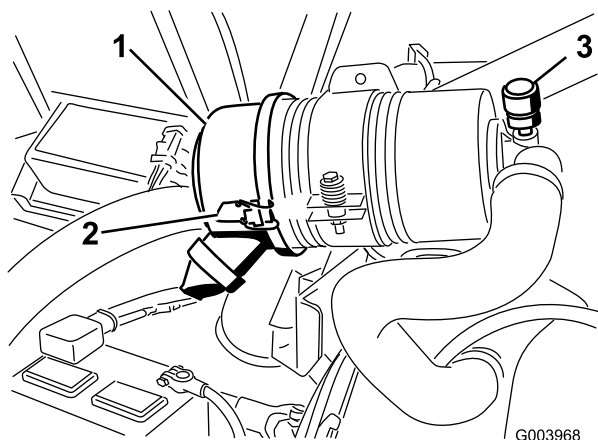

Figure 58
Faites l'entretien du filtre à air uniquement quand l'indicateur de colmatage (Figure 58) indique que cela est nécessaire. Changer le filtre à air prématurément ne fait qu'accroître le risque de contamination du moteur par des impuretés quand le filtre est déposé.
1. Desserrez les fixations qui maintiennent le couvercle sur le corps du filtre à air (Figure 58).